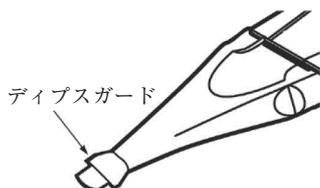

図5a (6.0~25.0D)
13. ディプスガードを限度とし（図5a及び図5b）、眼内レンズの挿入に必要なところまで創口からノズルチップを挿入し、ノズルチップを前囊開窓部に向ける。